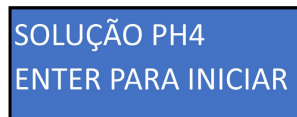

Figura 32
17. Passados os 60 segundos, uma nova tela será apresentada (figura 32), e para seguir com a nova etapa de calibração é necessário lavar bem o sensor de pH com água desmineralizada e inserir na solução de calibração de pH 4.0. Pressione novamente a tecla “OK” e aguarde, novamente, 60 segundos.